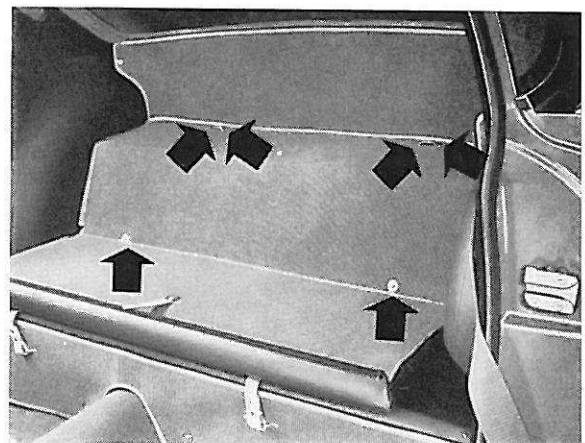

Figure 44. Vis de fixation du dossier de la banquette arrière
2. Enlever les vis indiquées sur la figure 44.